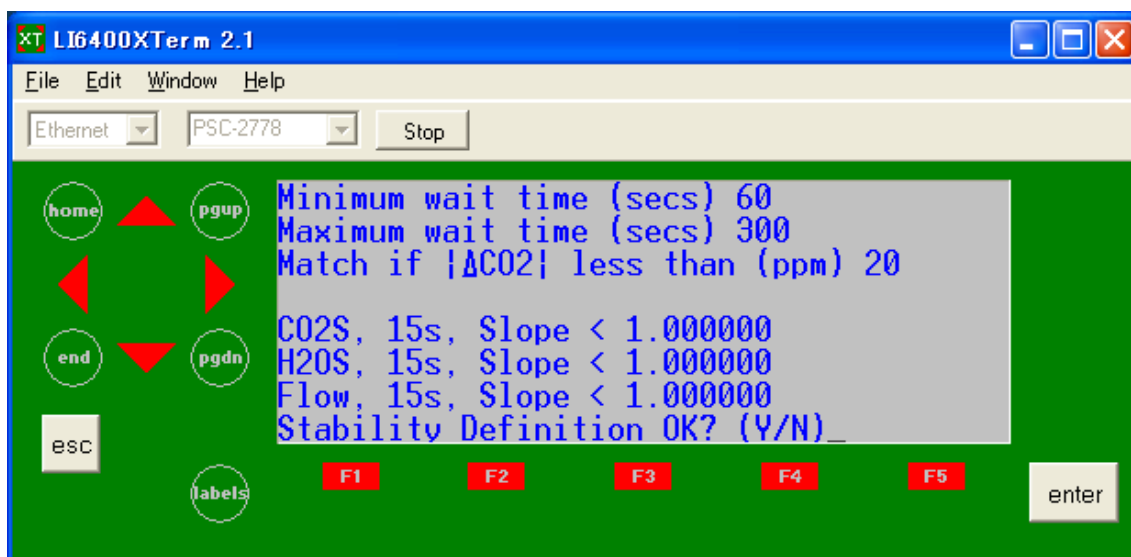

図 15 Match if and Stability Definition の設定
7) Match if~は 20 に設定する. Stability Definition OK?は Y キー (yes) を入力する. これで AutoLog のプログラムが起動する. (図 15)